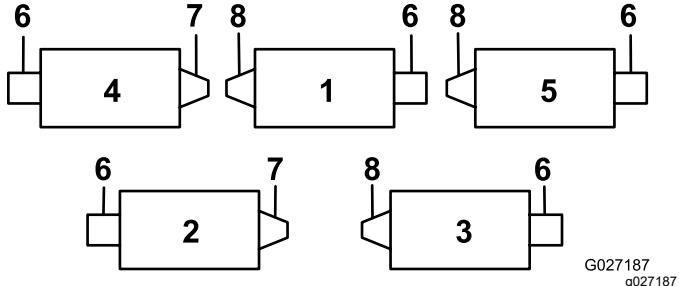
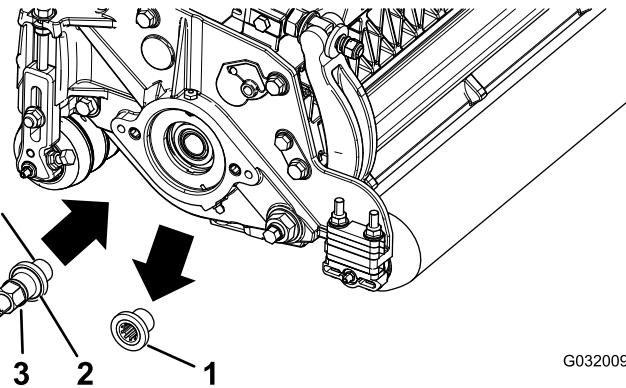

Figura 1
Figura 2
Todas as unidades de corte são expedidas com o contrapeso instalado na extremidade esquerda da unidade de corte. Consulte Figura 1 para determinar a posição da escova do rolo e os motores de cilindro.
6. Retire o inserto rosado da unidade de corte para transmissão da escova do rolo traseiro (Figura 1) e deite fora (Figura 2).
Nota: Os insertos do lado esquerdo encontram-se nas unidades de corte n.º 1, n.º 3 e n.º 5 (Figura 1).
8. Aplique adesivo de rosas nas rosas do eixo de transmissão (Figura 2) e instale o veio, apertando-o a 115 a 128 N·m.